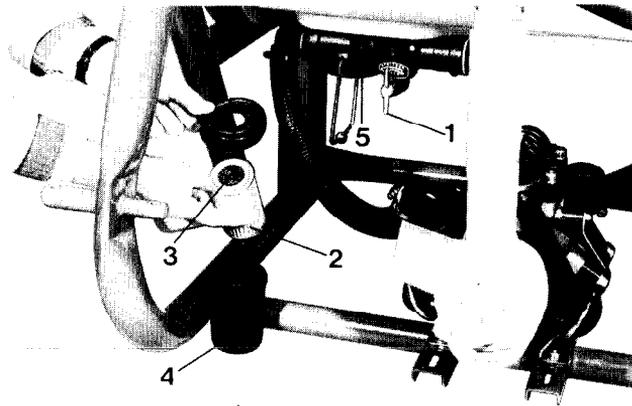

Fig. 29
6.6.2.1.1 Der Schaltgriff (Fig. 29/1) am Filterhahn hat sich auf die Schaltposition „Füllen“ verdreht: Schaltposition kontrollieren. Beachten Sie bitte, daß der Schaltvorgang zuletzt schwergängig ist.
6.6.2.1.2 Filtereinsatz (Fig. 29/2) mit Wasser reinigen und mit der Öffnung (Fig. 29/3) nach oben wieder einsetzen. Bei wiederholter Filterverschmutzung bessere Wasserqualität verwenden bzw. die Spritzmittelkombination auf Zulässigkeit überprüfen. Bei untereinander unverträglichen Spritzmitteln entstehen chemische Verbindungen, die zu Flockenbildungen führen. Die Feldspritze grundsätzlich nur durch das Einfüllsieb befüllen, insbesondere bei Spritzpulver (nicht aufgelöster Spritzpulverbrei im Behältersumpf führt sofort zum Zersetzen des Filtereinsatzes). Nach jedem Spritzeneinsatz Spritze gründlich spülen, um Ablagerungen und Verkrustungen von Spritzmittelresten zu verhindern. Filterbecher (Fig. 29/4) mit dem Filtereinsatz (Fig. 29/2) grundsätzlich abnehmen.
Nach Abnahme von Filterbecher (Fig. 29/4) mit Filtereinsatz (Fig. 29/2) einen Eimer unter den Filterhahn (Fig. 29/5) stellen und über den Schaltgriff (Fig. 29/1) kurzzeitig Spritzbrühe ablassen. Eine Verstopfung ist am deutlich verringerten Durchfluß erkennbar.